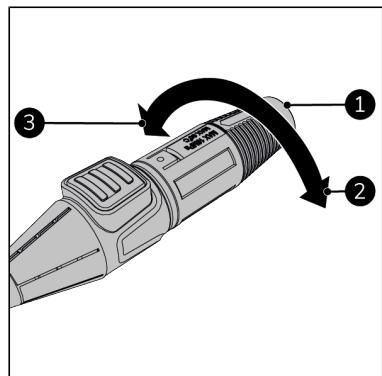

Abbildung 55.
3. Drehen Sie den Düsenkopf (Abbildung 55, Pos. 1), um den Strahlwinkel zu verändern:
- für einen kleineren (stärkeren) Strahl im Uhrzeigersinn drehen (Abbildung 55, Pos. 2).
- für einen größeren (schwächeren) Strahl gegen den Uhrzeigersinn drehen (Abbildung 55, Pos. 3).